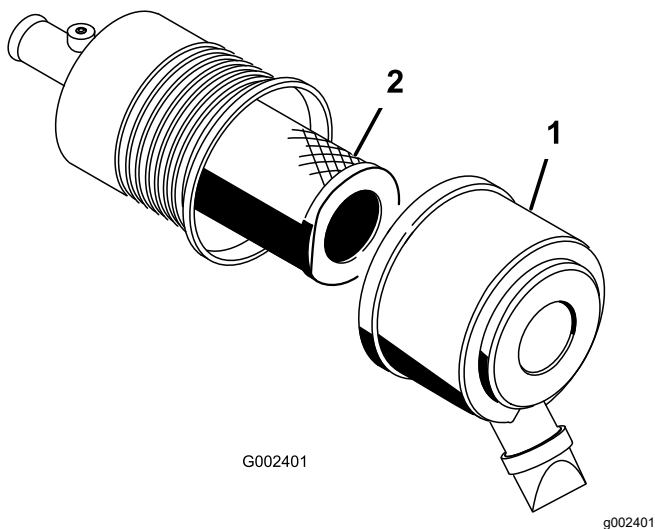

Figura 55
1. Abra los enganches que sujetan la tapa del limpiador de aire a la carcasa del limpiador de aire (Figura 55).
2. Retire la cubierta de la carcasa del limpiador de aire (Figura 55).
4. Retire y cambie el filtro (Figura 55).